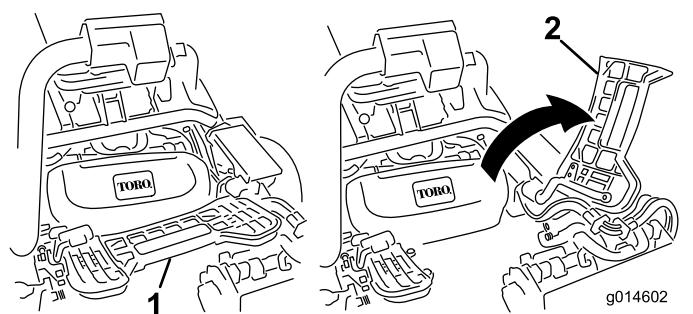

図 35
2. フットレストを跳ね上げて開き、中央カッティングユニット取り付け位置へのアクセスを確保する 図 35。